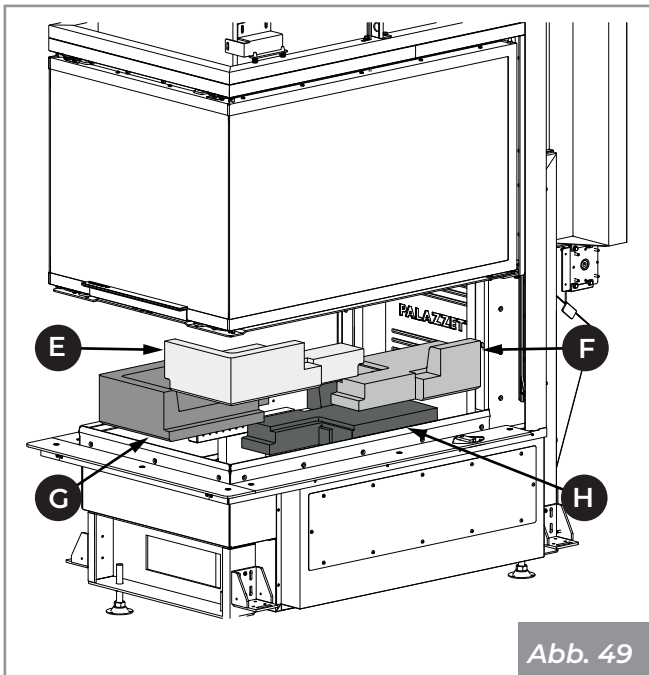

Abb. 49
- 3) Die Schmutzen in der Reihenfolge (E, F, G und H) anheben und aus der Basis herausziehen und eventuell die in den unteren Fächern abgelagerte Asche (Abb. 49) aufsaugen.